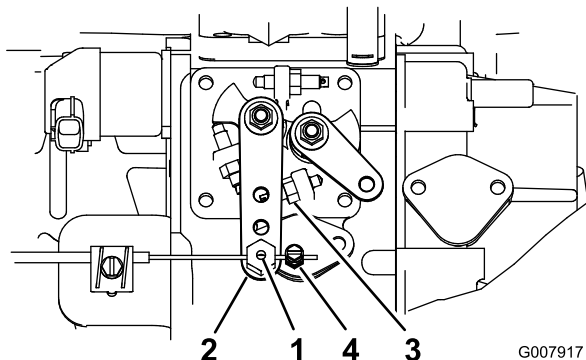

图54
- 拧松油门拉线接头，接头位于油门拉线上靠近喷射泵控制杆的地方（图54）。
- 将喷射泵控制杆臂固定到高怠速限位器（图54）上。